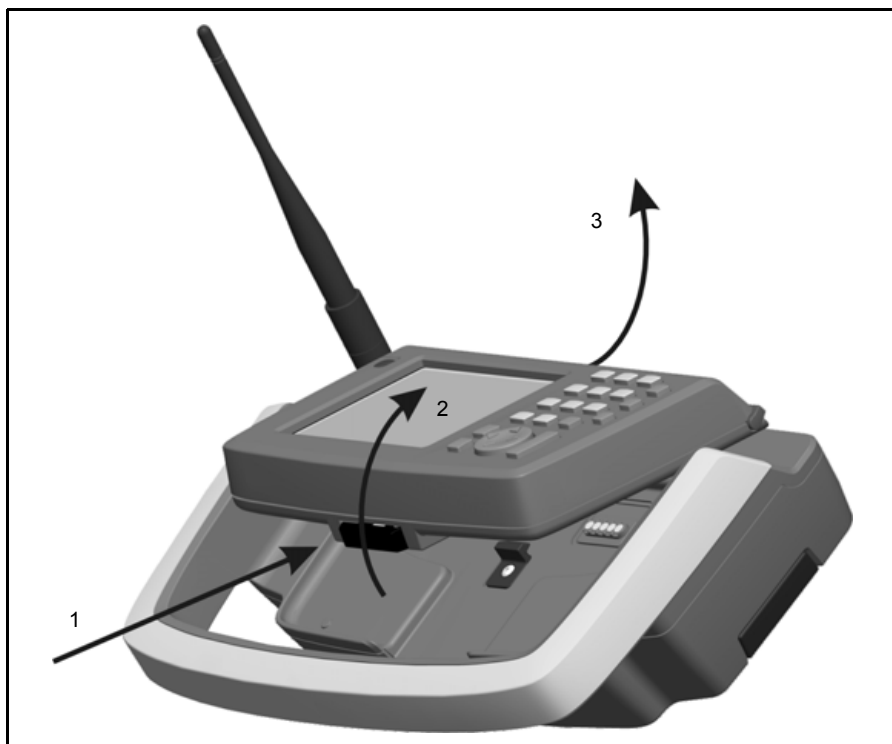

Рис. 7.74. Отсоединение контроллера Trimble CU от держателя Trimble Robotic
1. Нажмите кнопку фиксатора в нижней части контроллера Trimble CU (1) и извлеките нижнюю часть контроллера из держателя (2).
2. Снимите верхнюю часть контроллера Trimble CU с верхней кромки крепления контроллера и извлеките контроллер из держателя (3), рис. 7.74.